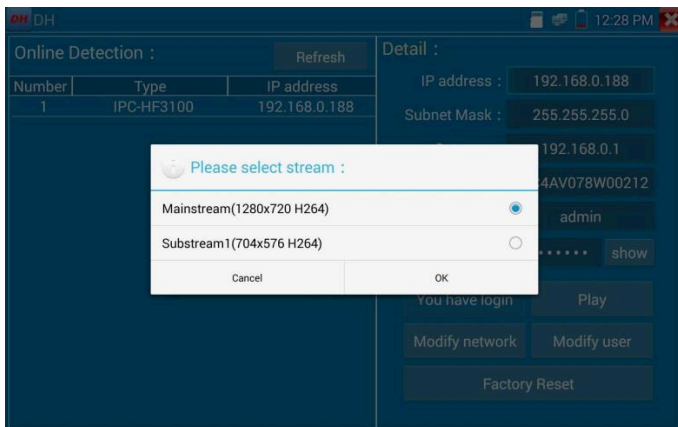

Рис. 124 Выбор видеопотока для тестируемой видеочамеры
4. Если видеочамера поддерживает выбор из нескольких потоков, выберите нужный, рис. 124